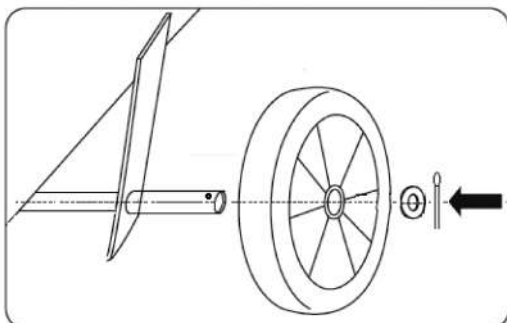

Рис. 2
3. Установите на компрессор транспортировочные колеса (рис. 2).